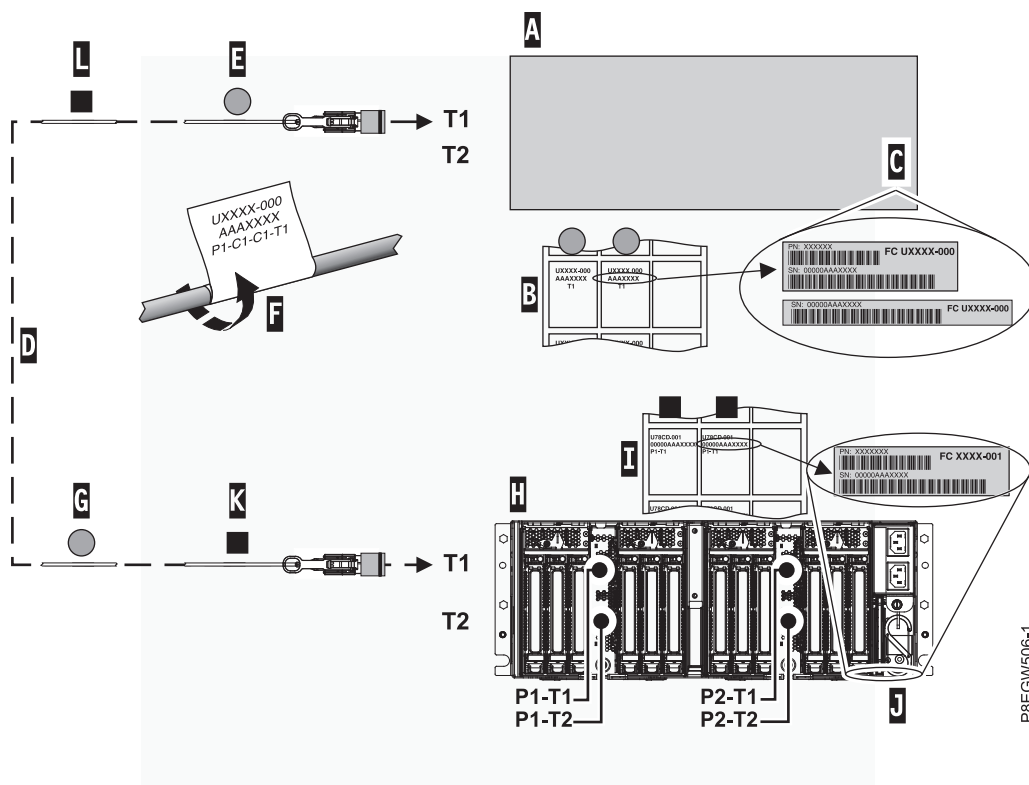

図 17. アクティブ光ケーブルのラベル付け
注: これらの手順を実行するときは、22 ページの図 17を参考にしてください。
- a. EMX0 PCIe3 拡張ドロワーに取り付けるホスト・システム (A) を見つけます。
- b. ホスト・システム・シリアル番号ラベル・シート (B) を見つけます。
- c. ホスト・システム・シリアル番号 (C) をホスト・システム・ラベル・シートに示されているシリアル番号と突き合わせます。
- e. ホスト・システム上の PCIe3 ケーブル・アダプターの位置に対応する、ホスト・システム・ラベル・シート (B) 上のラベルを見つけてます。
- f. 拡張ドロワー・ケーブルの 1 つを、ポート T1 に取り付ける上部ケーブル (D) として選択します。
- g. 左端の Cx-T1 ラベルをケーブルのコネクター端 (E) に貼り付けます。『図 17』を参照してください。ラベルを、位置情報が見えるように、空白の端の方を先にして巻き付けます (F)。
- h. もう 1 枚のラベル Cx-T1 をホスト・システム・ラベル・シート (B) から取り、EMX0 PCIe3 拡張ドロワーに取り付けるケーブルの反対側の端に貼り付けます。ラベルは、ケーブルの端から 100 mm を超えて離して貼り付けてください (G)。『図 17』を参照してください。
注: これらの手順を実行するときは、図 17を参考にしてください。
- a. ホスト・システムに接続する EMX0 PCIe3 拡張ドロワー (H) を見つけます。
- b. EMX0 PCIe3 拡張ドロワー・シリアル番号ラベル・シート (I) を見つけます。
- f. 左端の Px-T1 ラベルを、ケーブルのコネクタ端 **(K)** に貼り付けます。『22 ページの図 17』を参照してください。ラベルを、位置情報が見えるように、空白の端の方を先にして巻き付けます **(F)**。
- g. 拡張ドロワー・ラベル・シートから、もう 1 枚の Px-T1 ラベルを取り、ケーブルの反対側の端に、端から 100 mm を超えて離して貼り付けます **(L)**。『22 ページの図 17』を参照してください。